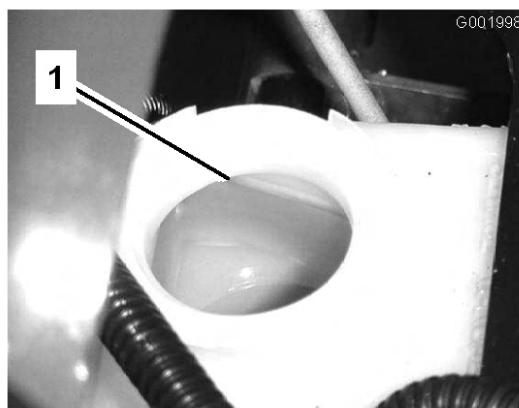

Figura 58
2. El nivel de líquido debe llegar a la línea Lleno del depósito (Figura 58).